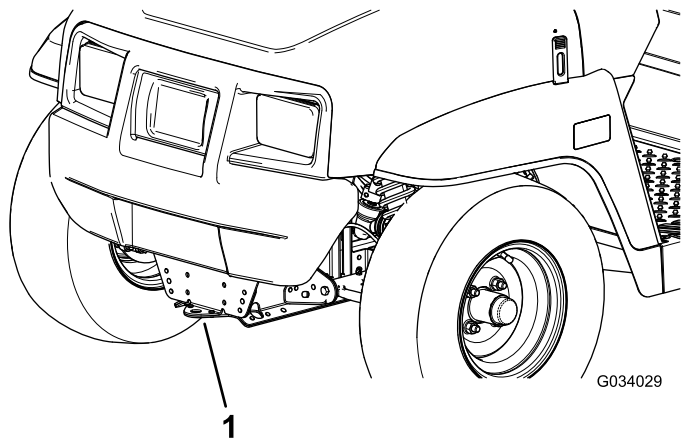
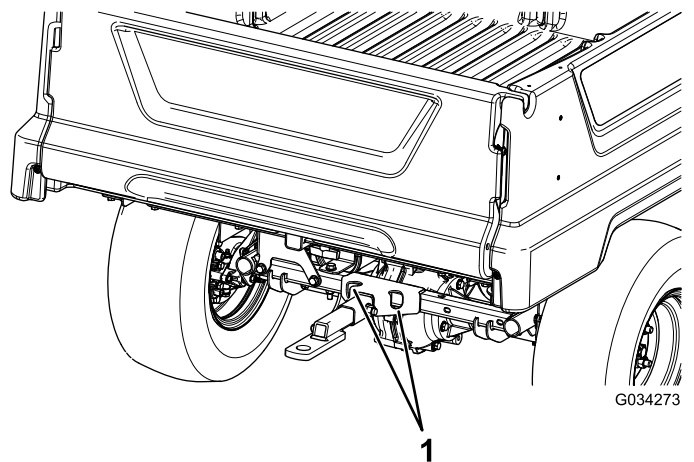

Figura 21
Figura 22
Usate un rimorchio con rampe a larghezza integrale per spostare la macchina su lunghe distanze. Assicuratevi che la macchina sia fissata al rimorchio. Vedere Figura 21 e Figura 22 per conoscere la posizione dei punti di attacco sulla macchina.
2. Fissate una fune di traino al timone sulla parte anteriore del telaio della macchina (Figura 21).